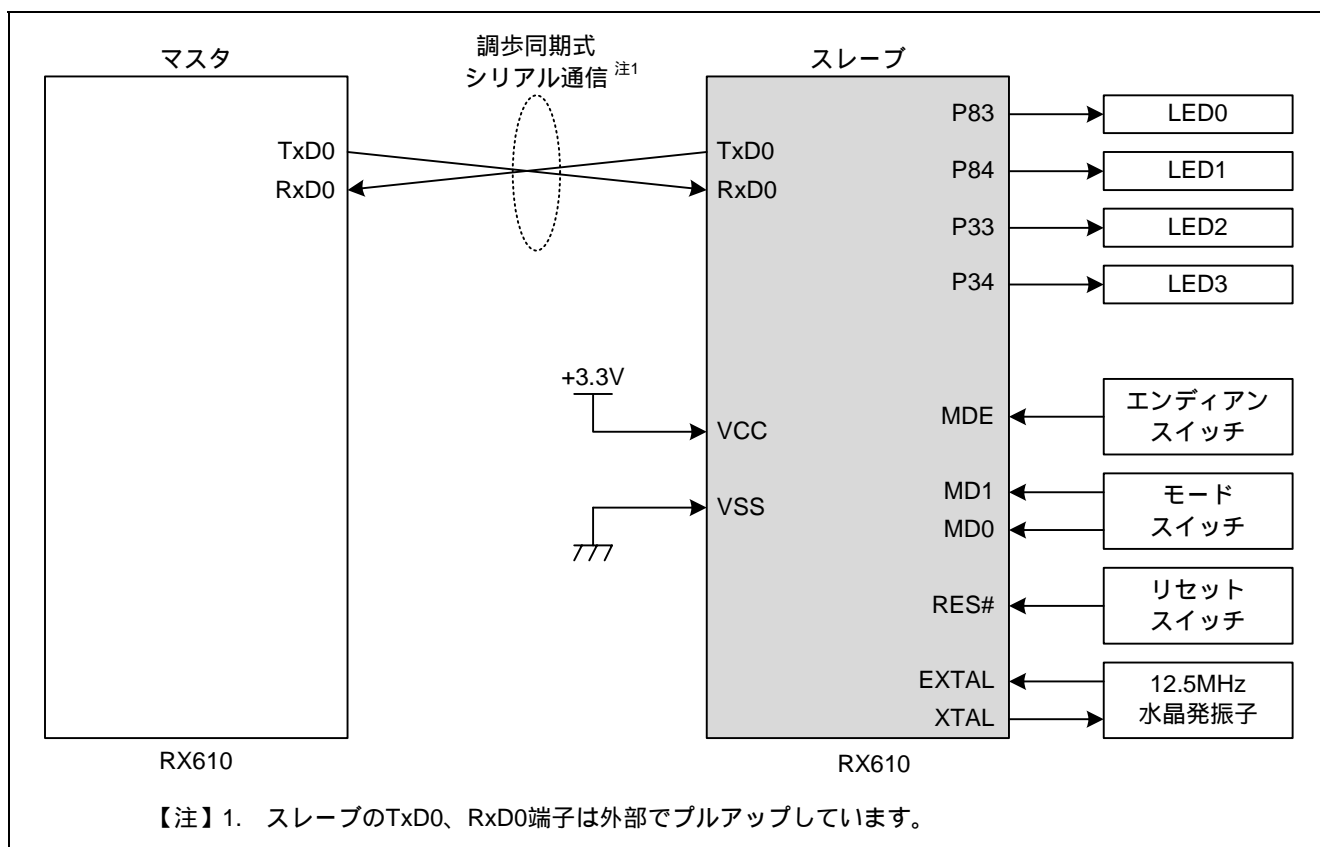

図 2 スレーブのハードウェア構成図
- 図 2 に本アプリケーションノートにおけるスレーブのハードウェア構成図を示します。